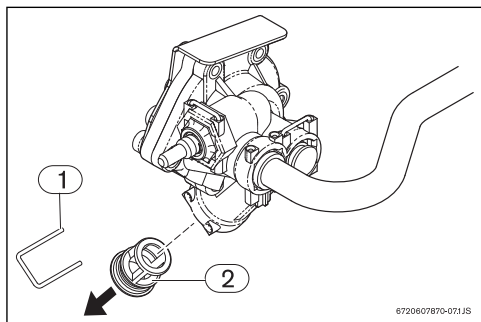

Fig. 10 Purga
- ▶ Retirar o freio de fixação do casquilho do filtro (Fig. 10, [pos. 1]) situado no automático de água.
- ▶ Retirar o casquilho do filtro (Fig. 10, [pos. 2]) do automático de água.